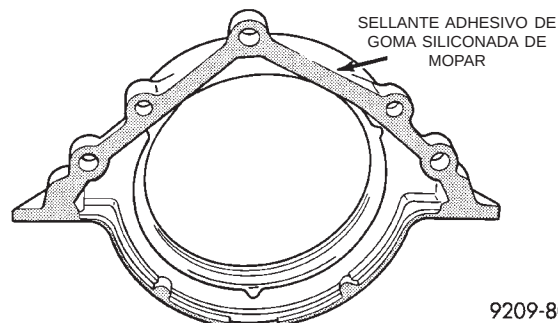

Fig. 83 Aplicación de sellante a la cubierta de junta de aceite
(3) Aplique sellante adhesivo de goma siliconada de Mopar®, Mopar® Rubber Silicone Adhesive Sealant, a la cubierta de retén de la junta de aceite (Fig. 83).
(4) Aplique una capa ligera de aceite de motor a toda la circunferencia del reborde de la junta de aceite.